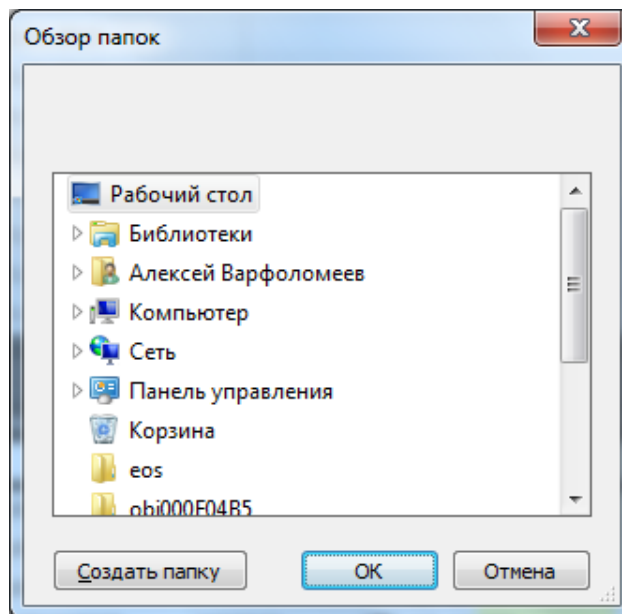

Рисунок 117
- В открывшемся окне – Обзор папок, выберите папку, в которую осуществится выгрузка (рис.117)